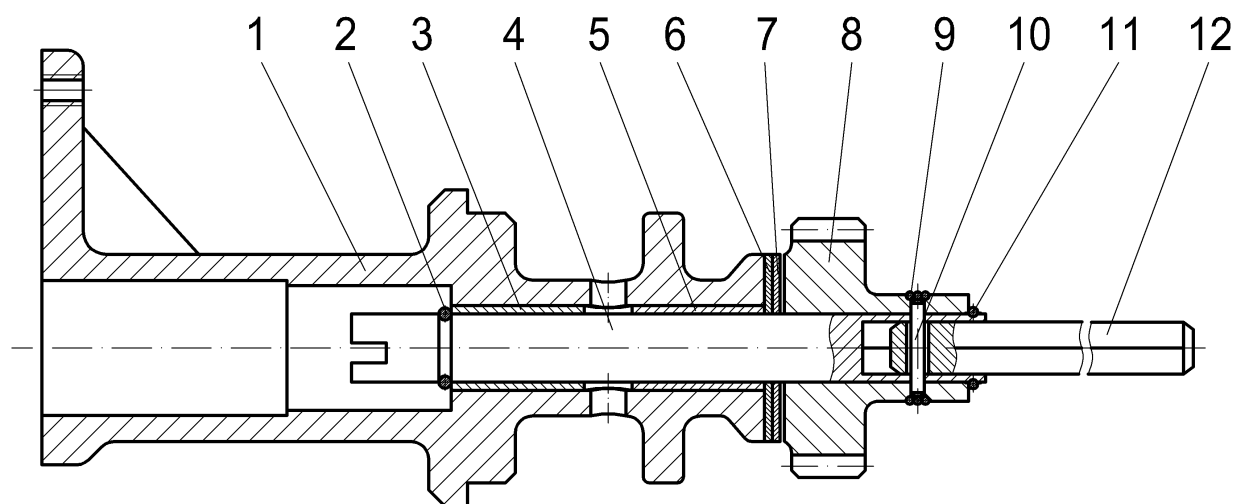

Рис.15. Привод датчика-распределителя зажигания и масляного насоса:
**Привод распределителя зажигания и масляного насоса** состоит из корпуса 1 (рис.15), в который запрессованы две втулки 3 и 5 из листовой бронзы. Во втулках вращается валик 4, на одном конце которого имеется прорезь для хвостовика валика распределителя зажигания. Прорезь смещена относительно оси валика, благодаря чему распределитель может быть установлен только в одном положении.